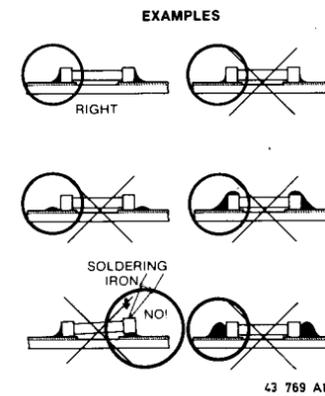

Fig. 5
- Die Zinnlotmenge soll zweckmässig sein: Mit einer Uebermenge kann der Chip rissig werden und andere Schwierigkeiten erfahren (Krümmung der Printplatte, geknickte Anschlüsse usw.). Siehe Bild 5.